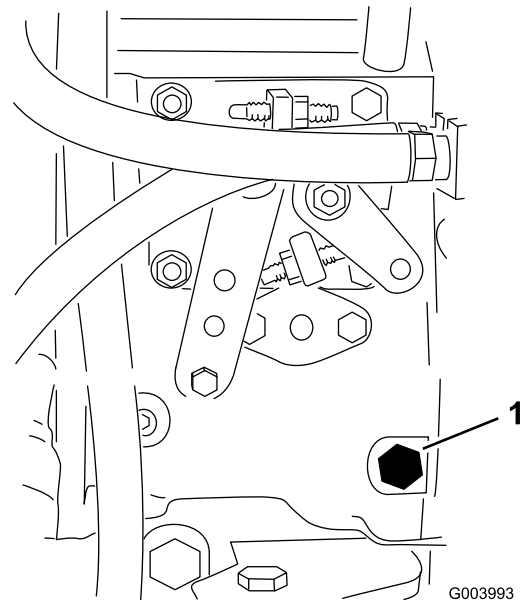

Bild 35
- Öffnen Sie die Entlüftungsschraube an der Kraftstoffeinspritzpumpe (Bild 35) mit einem 12-mm-Schraubenschlüssel.